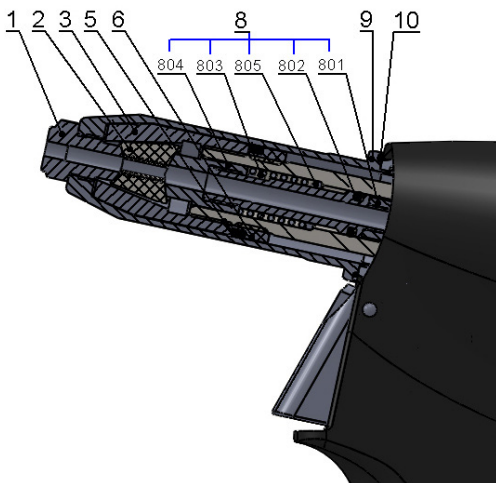
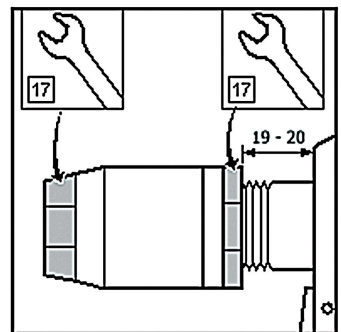

Abb.2
Abb.3
Trennen Sie das Werkzeug von der Druckluftquelle, schrauben Sie das vordere verstellbare Frontdüse /Abb.2 - Pos.9/ mit einem Schraubenschlüssel Nr. 23 ab, setzen Sie den Schlüssel Nr. 17 (15) auf die Spannhülse /Abb.2 - Pos.3/ und den Schlüssel Nr. 17 auf die HP - Mutter /Abb.2 - Pos.6/ und lösen Sie diese. Schrauben Sie die Spannhülse ab und tauschen Sie die Spannbacksätzen / Abb.2 - Pos.2/ und den Komplettes Saugleitung /Abb.2 - Pos.8/ aus. Alle verwendeten Gewinde sind Rechtsgewinde. Reinigen Sie die demontierten Teile gründlich und unterziehen Sie diese und insbesondere die folgenden Teile einer Sichtprüfung:
- 1) Spannbacksätzen /Abb.2 - Pos.2/ - Abgenutzte oder beschädigte Teile müssen ausgetauscht werden. Reinigen Sie verschmutzte Teile mit einer Drahtbürste.
- 2) Mundstück /Abb.2 - Pos.1/ - Überprüfen Sie die Funktionsflächen des Reduzierstücks auf Verschleiß.
- 3) Komplette Saugleitung /Abb.2 - Pos.8/ - Abgenutzte oder beschädigte Teile müssen ausgetauscht werden /Abb.2 - Pos.801, Pos.802, Pos.803, Pos.804 und Pos.805/.
- 4) Verstellbare Frondüse /Abb.2-Pos.9/ - Überprüfen Sie die Innenfläche auf Beschädigungen (\varnothing 18).
- 5) Abstreifring /Abb.2 - Pos.5/ - Ersetzen des Rings durch einen neuen Abstreifring, sofern dieser beschädigt oder abgenutzt ist.
Montieren Sie die Teile in umgekehrter Reihenfolge (siehe Teile-Demontage). Geben Sie einen Tropfen Schmieröl (wir empfehlen das Hydrauliköl HYPIN AWHM 32 CASTROL) auf die Außenfläche der Spannbacksätzen /Abb.2 - Pos.2/. Geben Sie eine dünne Schicht Plastik - Schmierstoff MOGUL LV 2-3 auf die Saugleitung und den O-Ring /Abb.2 - Pos. 801 und Pos.802/. Die Grundeinstellung der Spannbacken erfolgt wie in Abb. 3 dargestellt.